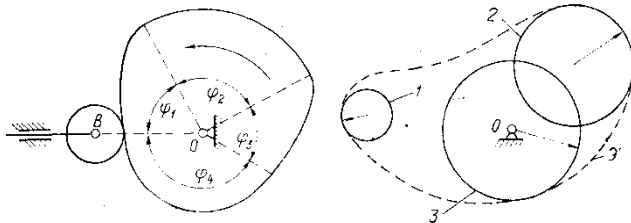

рис. 6.11, 6.12.
28. Какой из углов  $\varphi$ , изображенных на схеме кулачкового механизма (рис. 6.11), называется углом подъема толкателя?
29. Какой из углов  $\varphi$ , изображенных на схеме кулачкового механизма (рис. 6.11), называется углом нижнего выстоя толкателя?
30. Какой из углов  $\varphi$ , изображенных на схеме кулачкового механизма (рис. 6.11), называется углом опускания толкателя?
31. Какой из углов  $\varphi$ , изображенных на схеме кулачкового механизма (рис. 6.11), называется углом верхнего выстоя?